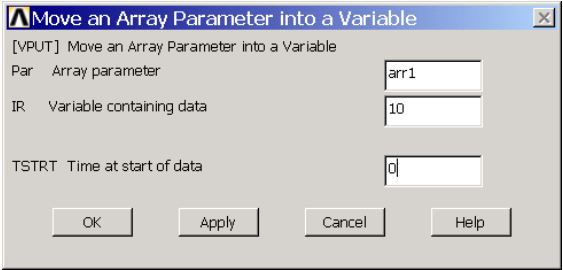

图7.17 数组转化为变量
(1) 单击 Main Menu>TimeHist Postpro>Table Operations>Parameter to Var 菜单，弹出如图 7.17 所示的【Move an Array Parameter into a Variable】对话框。